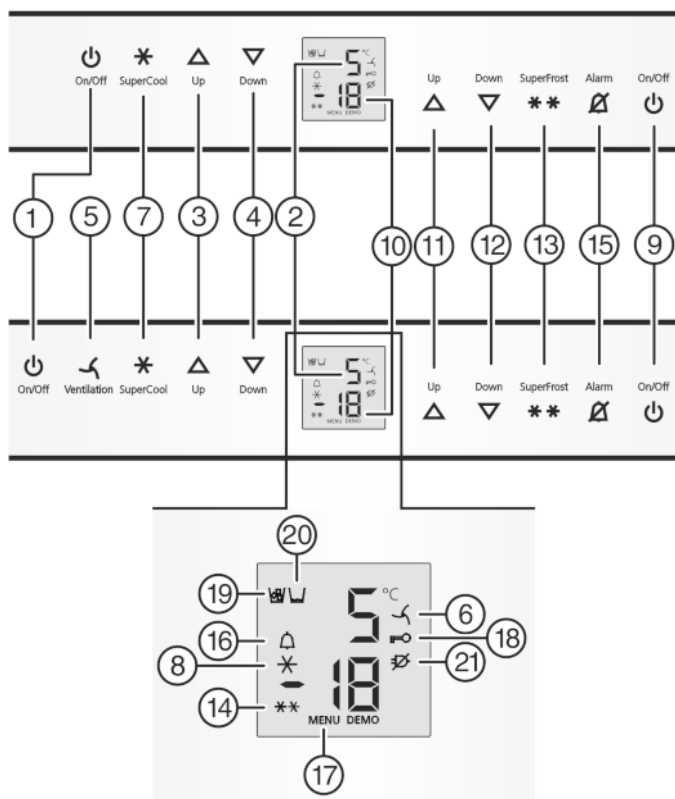

Fig. 2
- ▶ Нажмите кнопку On/Off морозильного отделения Fig. 2 (9).
- ▶ Нажмите кнопку On/Off холодильного отделения Fig. 2 (1).
- ▷ Холодильное отделение включено: Индикатор температуры холодильного отделения *Fig. 2 (2)* светится. При открытии двери холодильного отделения включается внутреннее освещение.
- ▷ Символ меню *Fig. 2 (17)* горит.
- ▶ Коротко нажмите кнопку SuperFrost *Fig. 2 (13)* для подтверждения.
- ▶ Для включения защиты от детей коротко нажмите клавишу SuperFrost *Fig. 2 (13)*.
- ▷ Символ "Защита от детей" *Fig. 2 (18)* горит. На индикации мигает **с**.
- ▶ Для выключения защиты от детей коротко нажмите клавишу SuperFrost *Fig. 2 (13)*.
- ▷ Символ защиты от детей *Fig. 2 (18)* гаснет. На индикации мигает **с**.
- ▶ Выход из режима настройки: нажмите кнопку On/Off морозильного отделения *Fig. 2 (9)*.
- ▶ Нажмите кнопку Alarm *Fig. 2 (15)*.
Одновременно мигает индикация температуры и символ тревоги *Fig. 2 (16)*.
Звуковой сигнал выключается автоматически, символ аварийного сигнала *Fig. 2 (16)* выключается и индикатор температуры перестает мигать, если температура снова становится достаточно низкой.